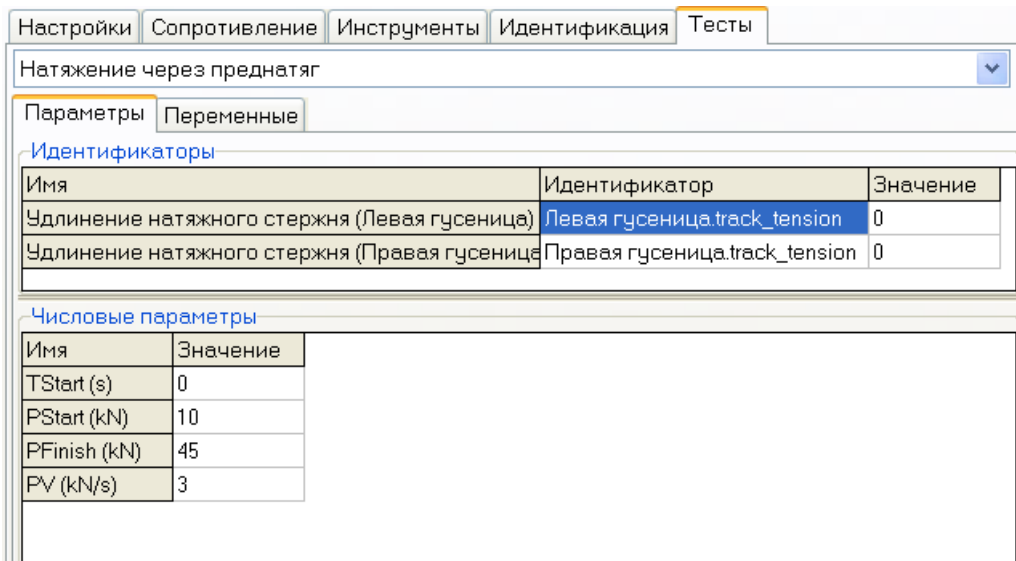

Рис. 44 Параметры теста «Натяжение через преднатяг»
Параметры теста приведены на рис. 44. Во-первых, в группе **Идентификаторы** приведены имена идентификаторов, параметризующих продольное усилие в сайлентблоках, моделирующих резинометаллические шарниры. Увеличение этого параметра приводит к увеличению натяжения гусеницы. Обратите внимание, что данные идентификаторы были найдены автоматически, поскольку для них использован стандартный идентификатор *track\_tension*.
2) Задайте числовые параметры теста, как на рис. 44. Равномерное увеличение усилия в сайлентблоке начинается с момента старта процесса интегрирования с 10 кН до 45 кН со скоростью 3 кН/с.